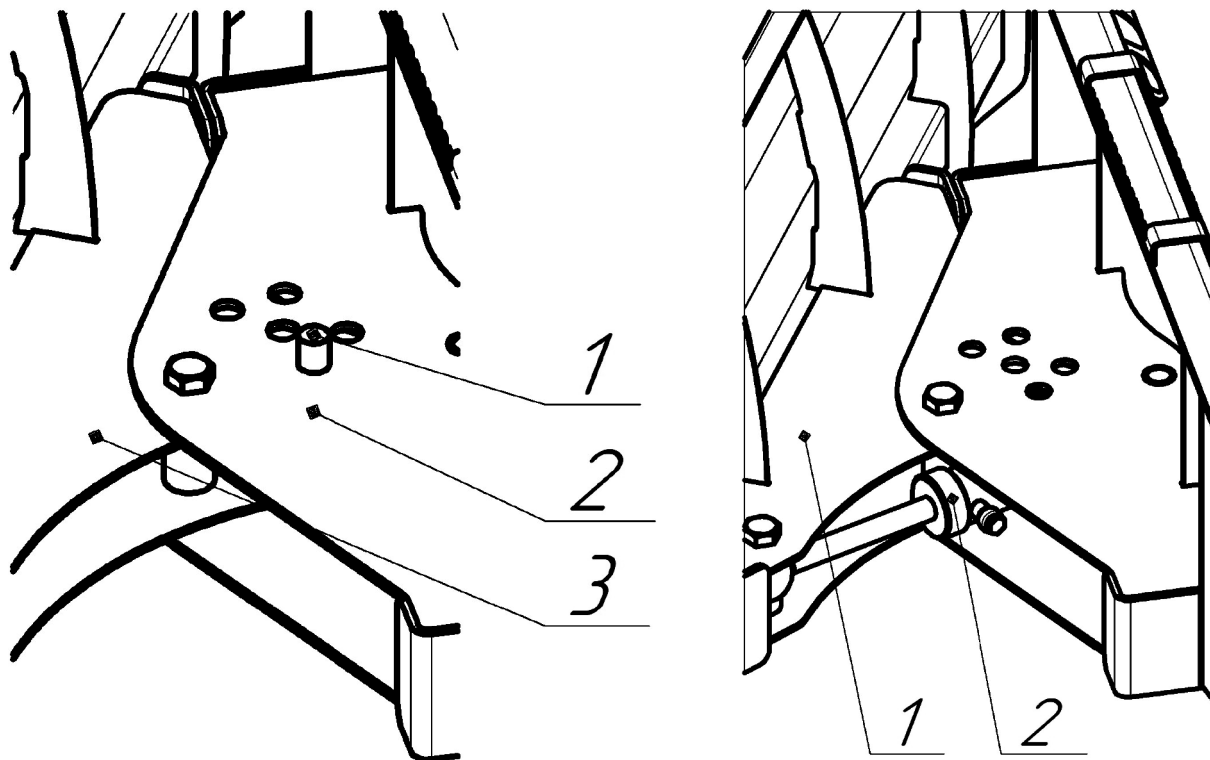

Рисунок 3 - Схема ручной (слева) и дистанционной (справа) регулировки угла поворота
- Извлеките стопорный палец поз. 1 (Рис. 3 – слева) из технологического отверстия в корпусе подвесного кронштейна поз. 2.
- Установите необходимый угол поворота корпуса отвала поз. 1 (Рис. 3 – справа), плавно подав давление в гидроцилиндр поз. 2, используя органы управления потоком рабочей жидкости в дополнительной линии.